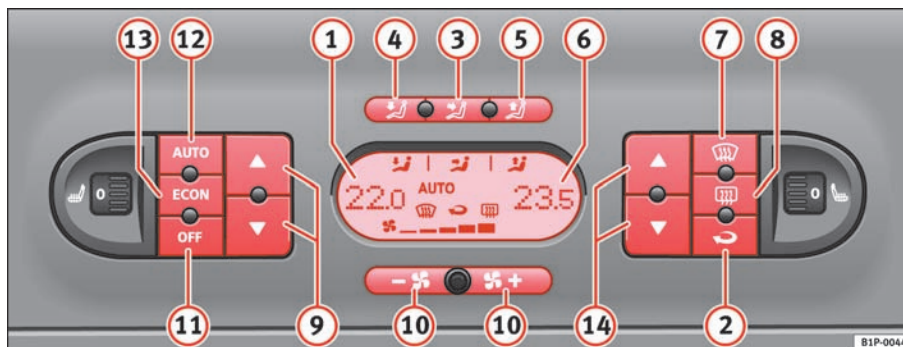

Fig. 109 I instrumentpanelet: betjeningselementer til 2C-Climatronic
- Tryk på knapperne til temperaturregulering ⇒ side 139, fig. 109 9 eller 14 for at indstille temperaturen i henholdsvis venstre og højre side.
- Tryk på  ⇒ side 139, fig. 109. I displayet vises AUTO.